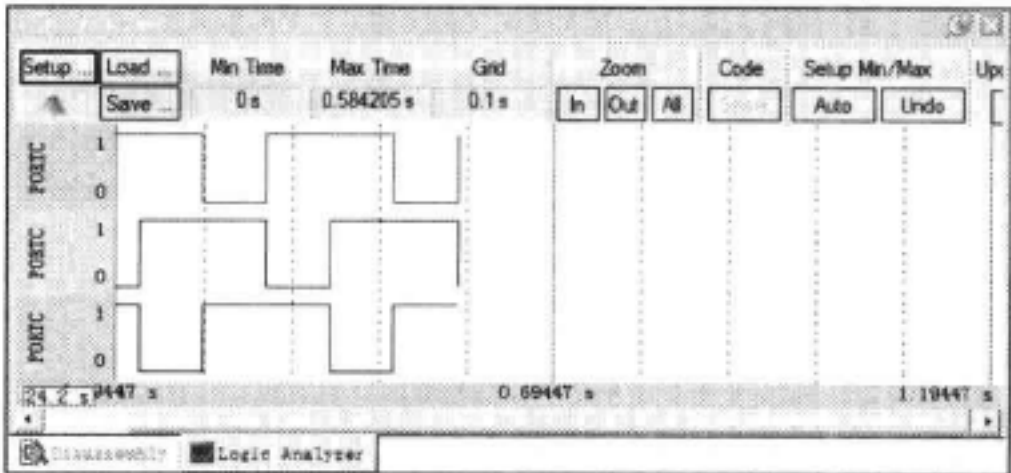

图 5-9 逻辑仿真仪效果
10) 全速运行。调节 Zoom 的 In/Out 可进行放大缩小时间轴，见图 5-9。